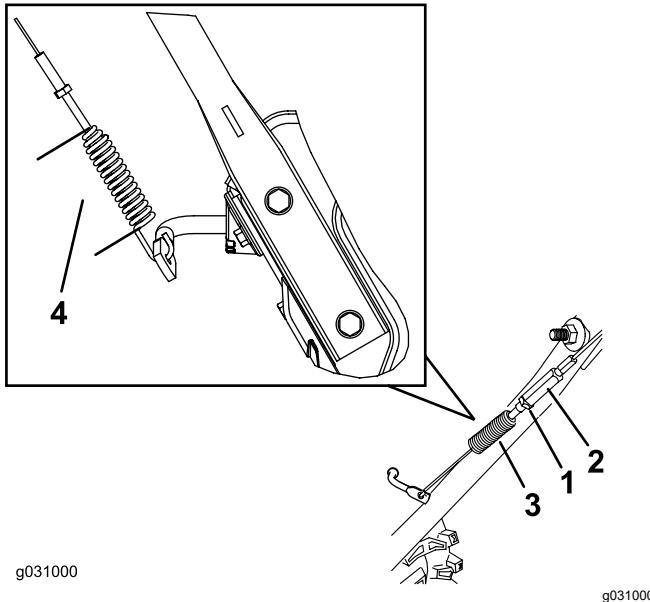

Figure 32
3. Desserrez ou serrez le tendeur pour régler la longueur du ressort à 7 cm (2 $\frac{3}{4}$  po), comme montré à la Figure 32.
4. Serrez l'écrou de blocage (Figure 32) en vérifiant que le câble est légèrement tendu.